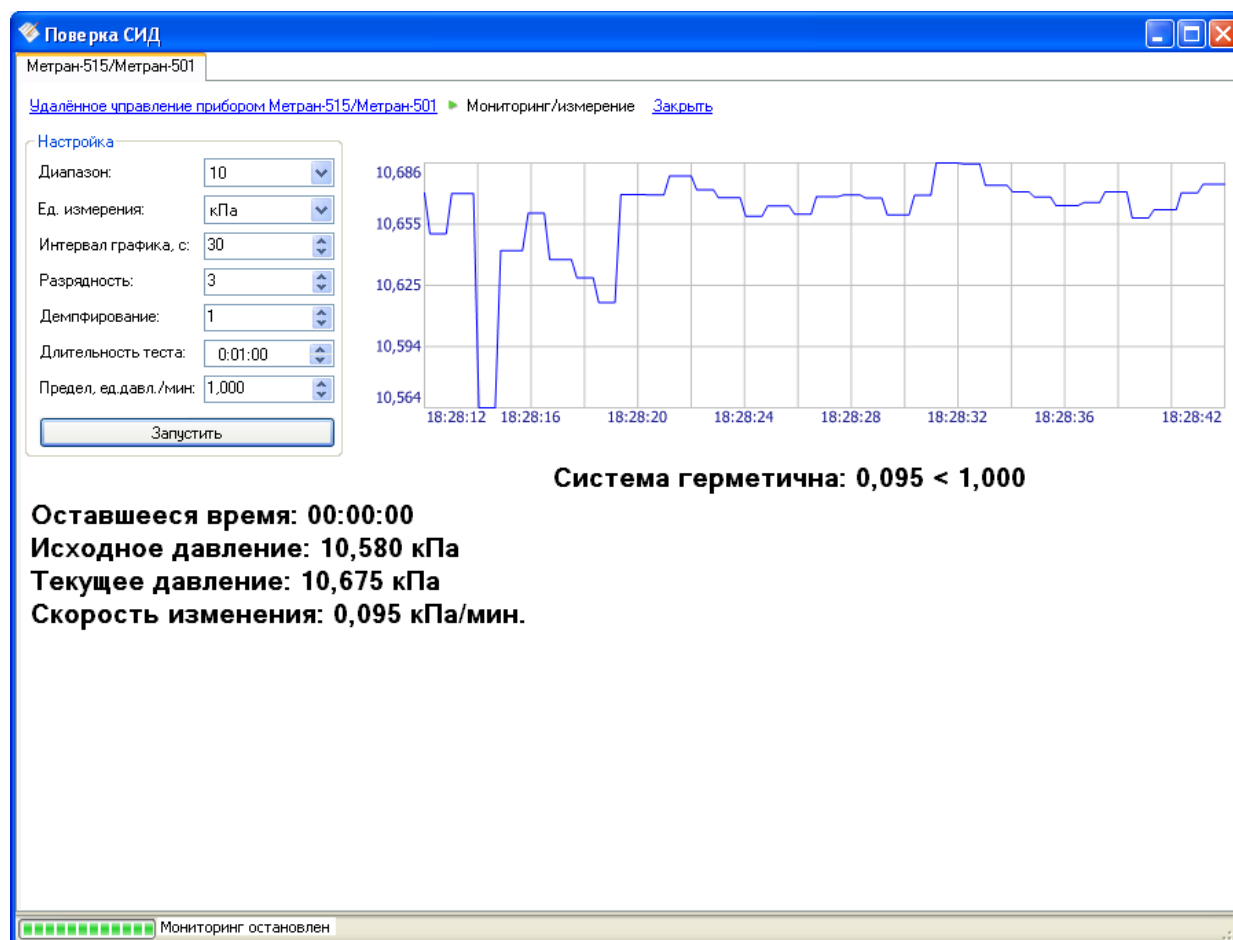

Рисунок 4.89 – Проверка герметичности калибратором Метран-501
- Тест герметичности (см. Рисунок 4.89);